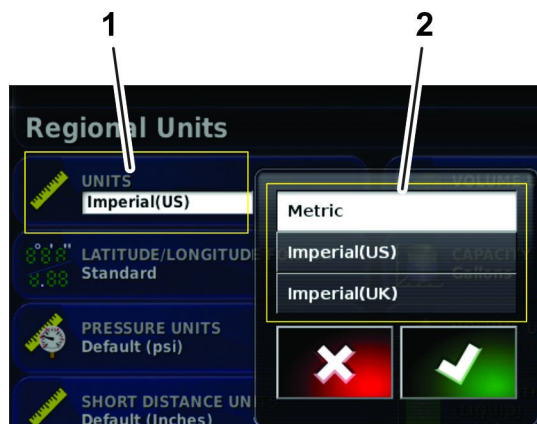

Figura 21
5. Conforme necessário, selecione as unidades e a taxa de aplicação desejadas, e pressione o ícone Confirmar (Figura 21).